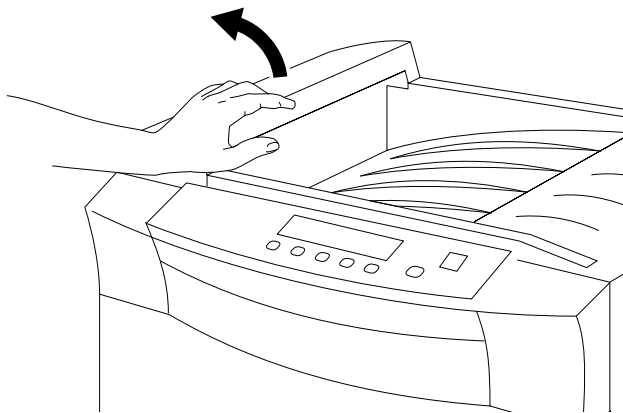

Figura 3-61 Apertura del coperchio di espulsione
1. Aprire completamente il coperchio dell'unità di espulsione, come mostrato nella Figura 3-61.